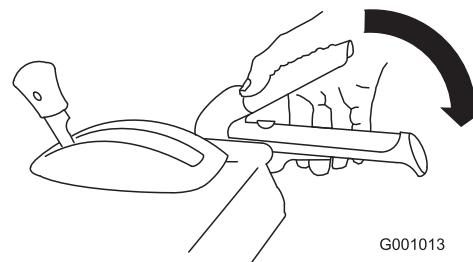

Bild 30
- Drücken Sie zum Einkuppeln des Räumwerk-/Impellerantriebs den rechten Hebel (Räumwerk/Impeller) zum Handgriff (Bild 30).